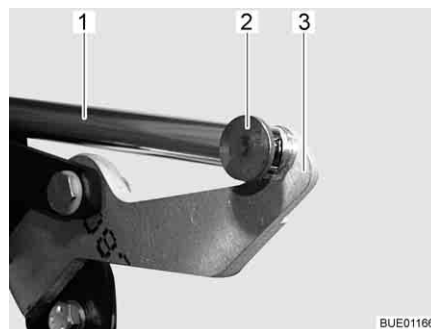

Fig. 129 Acionamento
- Separe a ligação (por ex., contrapino e pino) (Fig. 129,2) entre a biela (Fig. 129,1) e a alavanca (Fig. 129,3).